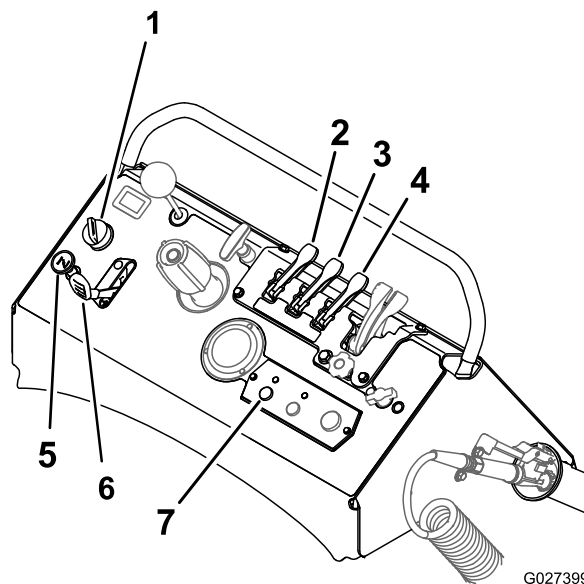

Figure 46
3. Démarrez le moteur (Figure 46) et vérifiez que le levier de commande de déplacement est au point mort; voir Démarrage du moteur \(page 25\).
4. Placez la commande de pompe à la position Marche et réglez la commande d'accélérateur à la position Haut régime (Figure 46).
5. Placez le levier d'agitation de la cuve en position Marche (Figure 46).
6. Tirez en arrière les leviers de pulvérisation étroite et large à la position Marche (Figure 46).
11. Déplacez les leviers de pulvérisation vers l'avant à la position Arrêt, amenez la commande de pompe à la position d'arrêt et coupez le moteur (Figure 46).